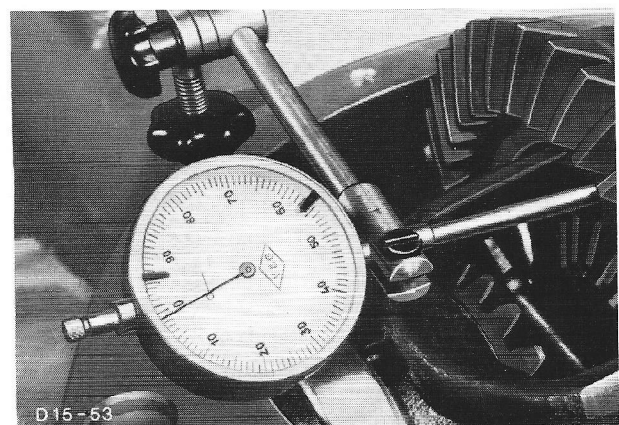

Fig.63 De stift van de micrometer tegen de rand aan de binnenzijde van het kroonwiel plaatsen.
50. Plaats vervolgens de stift van de micrometer tegen de rand aan de binnenzijde van het kroonwiel en stel de micrometer op nul in. Bevestig het spindel in de andere askoker en zet het met een aantrekkoppel van 5 Nm (50 kg.cm) (43,4 lb.in.) vast. Noteer de maximale waarde (bijv. 0,64 mm) (fig.63). Neem het spindel, het satellietenhuis en de lagerklemringen uit de achterbrug.